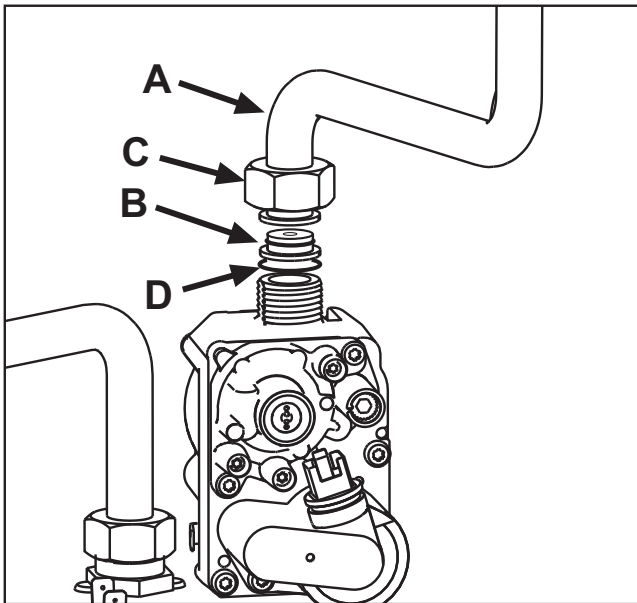

fig. 22
3. Svitare il girello C e rimuovere il tubo gas A dalla valvola gas (vedi fig. 22).
4. Sostituire l'ugello B inserito nel tubo gas con quello contenuto nel kit di trasformazione interponendo la guarnizione D (vedi fig. 22).